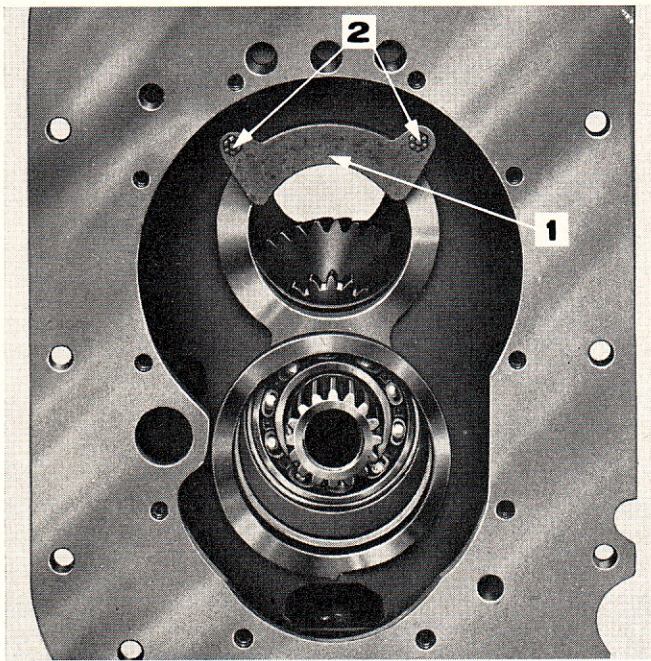

Figure 29: Plaque de retenue de roulement arrière d'arbre primaire
1. Déposer les deux boulons auto-serreurs (fig. 29) retenant la plaque de retenue du roulement arrière d'arbre principal sur le carter de transmission et déposer la plaque de retenue.
2. Positionner la plaque de retenue de roulement arrière d'arbre principal, fixer avec les deux boulons auto-serreurs (fig. 29) et serrer au couple spécifié (voir Caractéristiques, Chapitre 2).